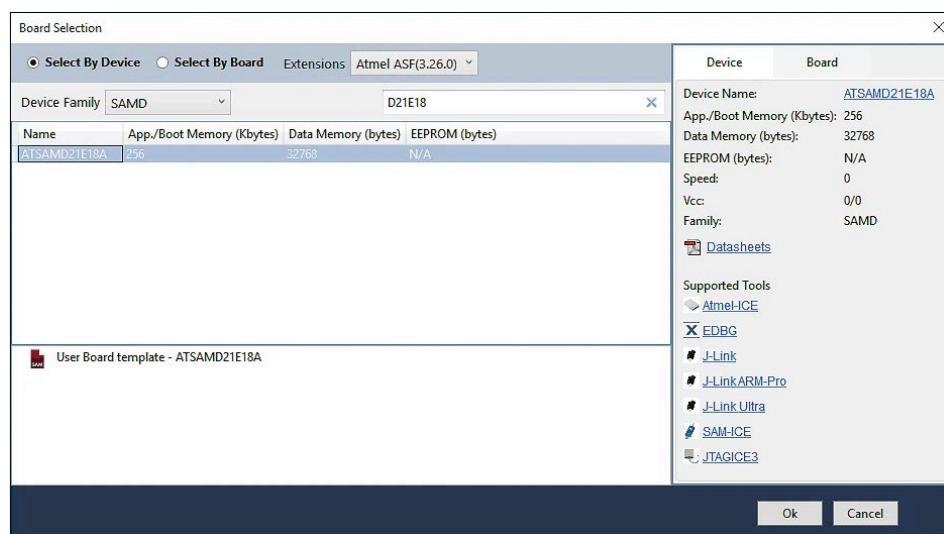

Figure 5. Sélection du µC de la T-Board.
2. Sélectionnez le µC de la carte, ici un ATSAMD21E18A. Comme il n'existe que peu de cartes de développement pour ce µC, il faut sélectionner *User Board Template*. Cliquez sur OK (fig. 5).